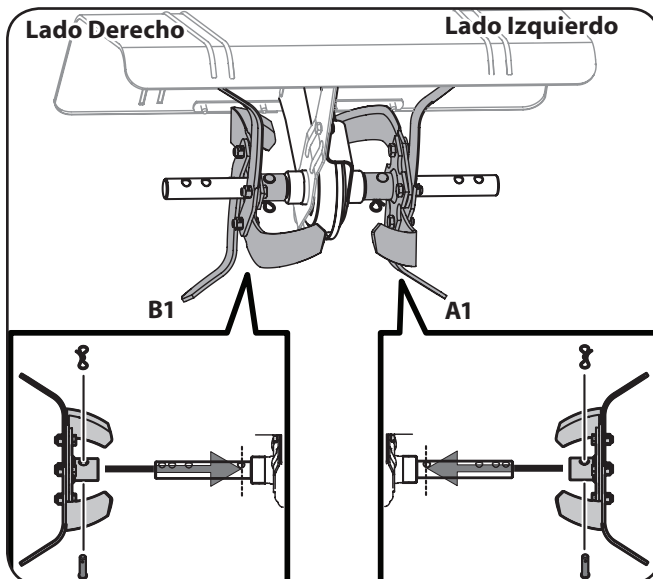

Figura 3-1
2. Use dos pasadores de horquilla y dos chavetas de la bolsa manual. Desde el frente de la cultivadora, instale los dentro LH dientes (B1) y los dentro RH dientes (B1) en el eje de los dientes interiores como se muestra en la Figura 3-1.